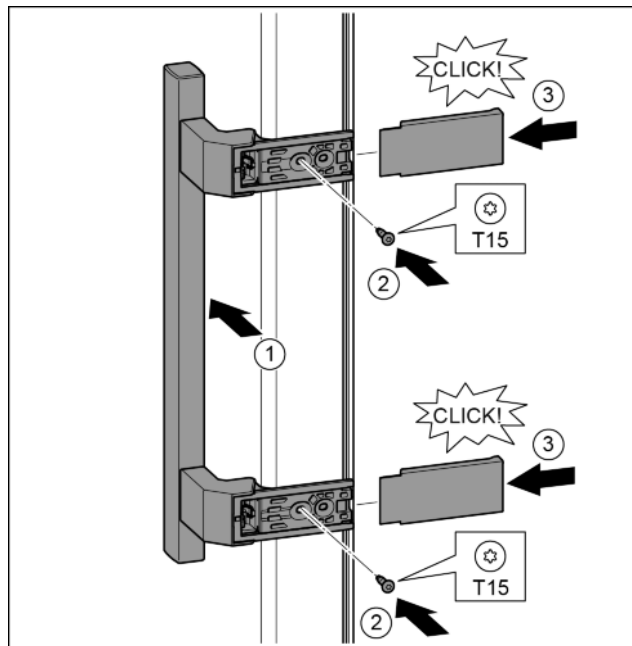

Fig. 15
- Установить ручку на противоположной стороне. Fig. 15 (1)
- Затянуть винты отверткой T15. Fig. 15 (2)
- Установить крышки сбоку и надвинуть. Fig. 15 (3)